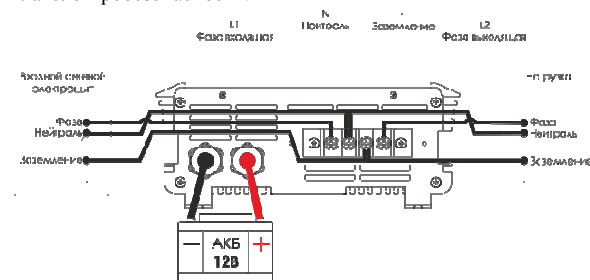

Рис.1
6.3 Проведите подключение ИБПС, предварительно сняв защитный кожух с клеммной колодки, согласно Рис.1, соблюдая правила электробезопасности.